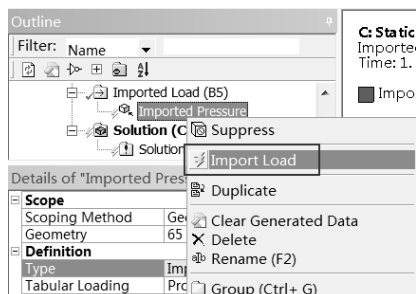

图 17-86 导入压力
Step10 : 如图 17-86 所示，右击 Imported Pressure 选项，在弹出的快捷菜单中选择 Import Load 命令。